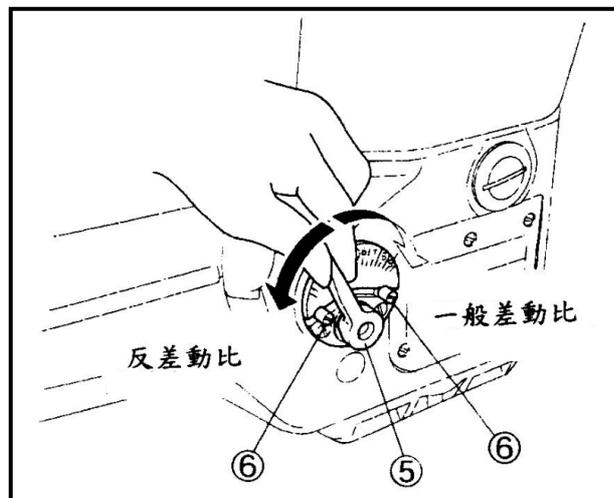

Fig.27
(1) 移動調整桿向右或左去調整差動桿⑤在刻度“4”和刻度“5”之間是相同的動作和差動。即主牙和差動牙的運作相同。(Fig.27)
(2) 螺絲⑥是用來固定調整桿⑤和保持差動的多或少。